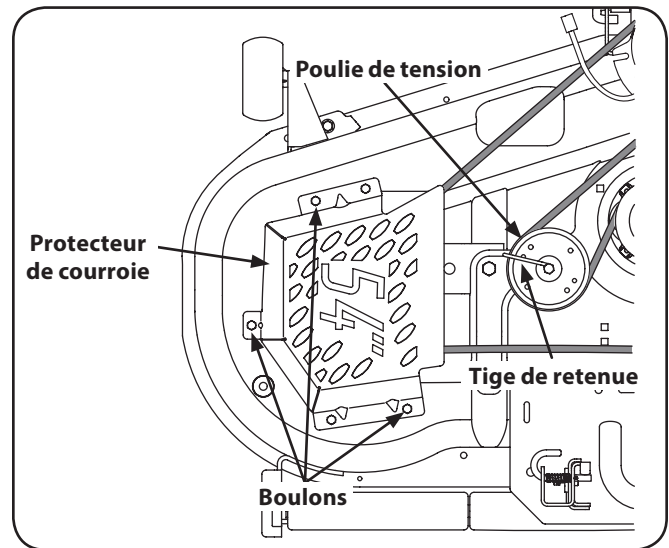

Figure 7-7
2. Enlevez les protecteurs de courroie en retirant les boulons qui les fixent au plateau de coupe. Voir Figure 7-7.
3. Desserrez, sans retirer, la tige de retenue de la courroie sur la poulie située à l'arrière du plateau. Voir Figure 7-7.